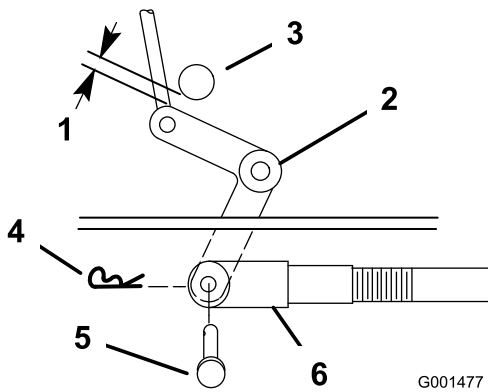
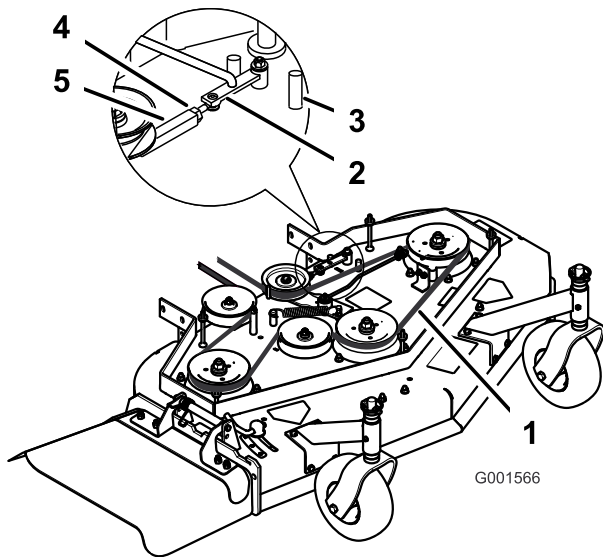

Figura 41
Figura 42
Nota: La tensión correcta de la correa del cortacésped es de 44 – 67 N·m (10 – 15 pies-libra) con la correa desviada 13 mm (1/2") en el punto intermedio entre las poleas (Figura 42).
9. Compruebe la distancia entre la palanca acodada y el eje de salida de la transmisión (Figura 41).
10. Retire el pasador de horquilla y el pasador de seguridad de la palanca acodada (Figura 41).
11. Gire la horquilla en sentido horario para aumentar la distancia; gírela en sentido antihorario para reducirla (Figura 41).
Nota: Si el brazo auxiliar no entra en contacto con el tope delantero de la carcasa de corte (Figura 42), ajuste la horquilla para acercar la palanca acodada al eje de salida de la transmisión (Figura 41).